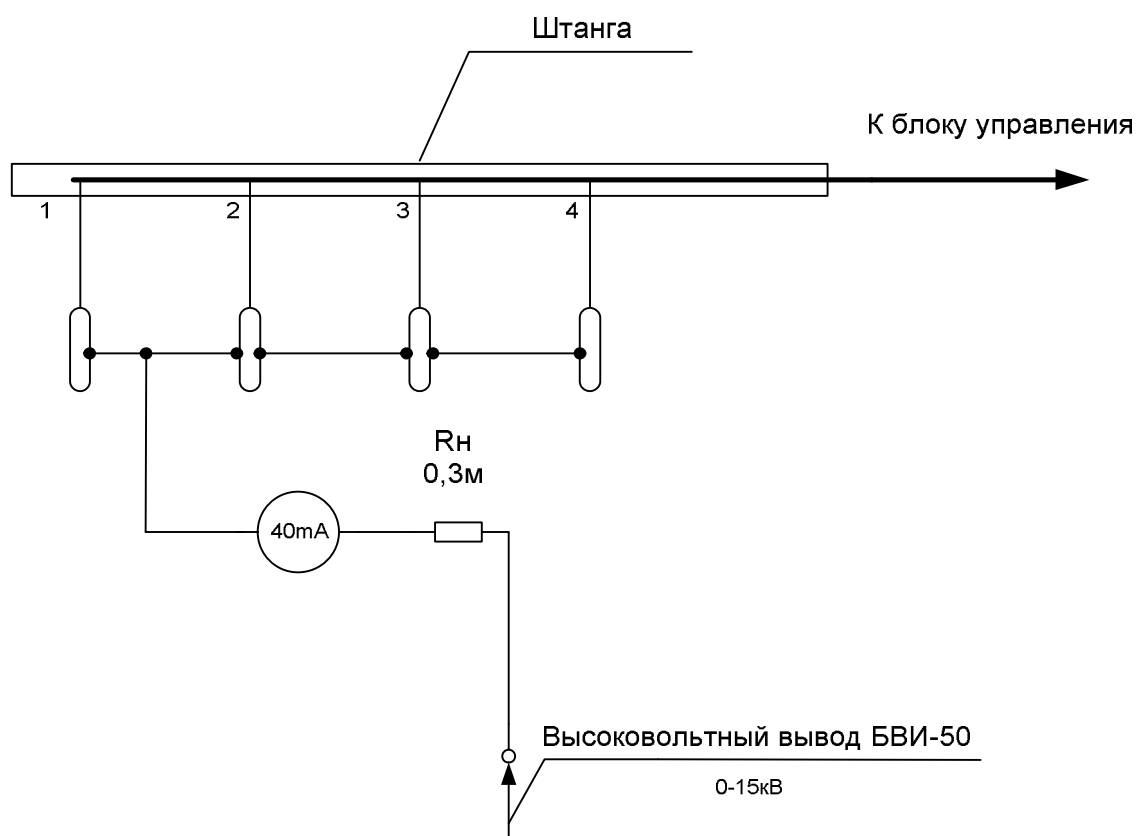

Рис.5. Схема подключения блока БВИ-50 при калибровке тока защиты стенда.
- собрать схему, показанную на рис. 5;